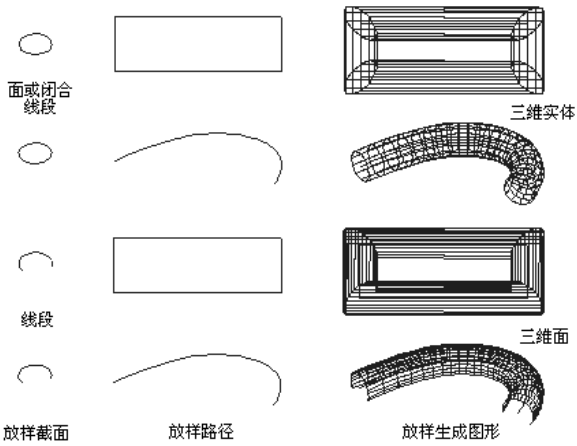

图 4-18 放样操作示例
- 4. 选择放样基点，可选择截面上点为基点。几种放样截面生成的放样体,如图 4-18 所示。